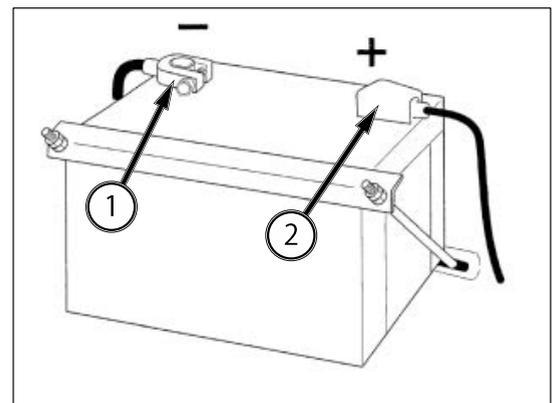

FIG. 121
FIG. 121: Para reemplazar la batería, desenchufe primero el cable negativo (-) (1) y, luego, el cable positivo (+) (2). Afloje y retire la brida de fijación de la batería y retire la batería del tractor con cuidado.